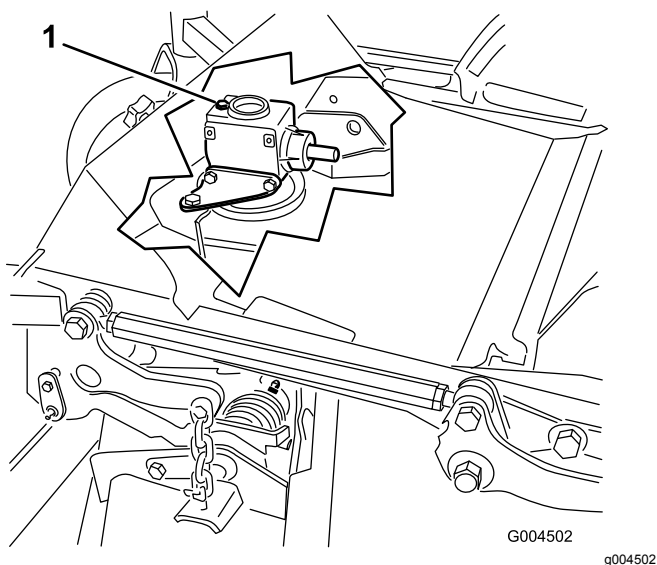

図 29
- ギアボックスの上部についているディップスティック兼給油プラグを取り、オイルの量が、ディップスティックについている2本のマークの間にあることを確認する 図 29。
6. ギアボックスの上部についているディップスティック兼給油プラグ 図 29 を取る。